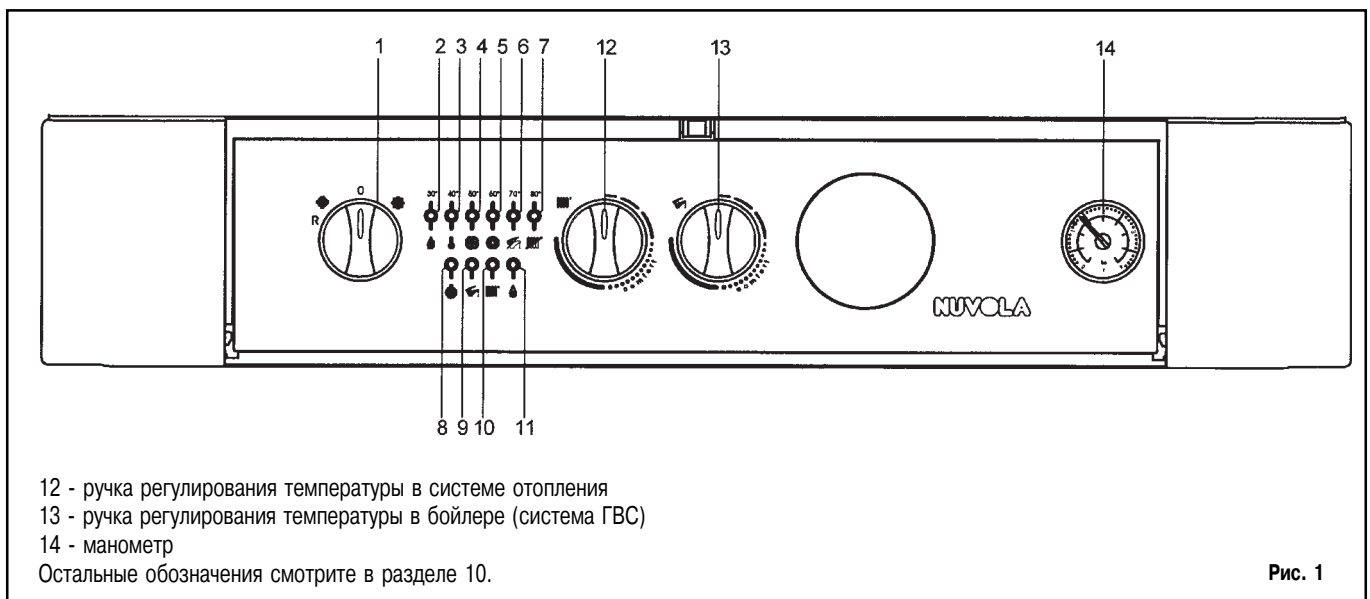
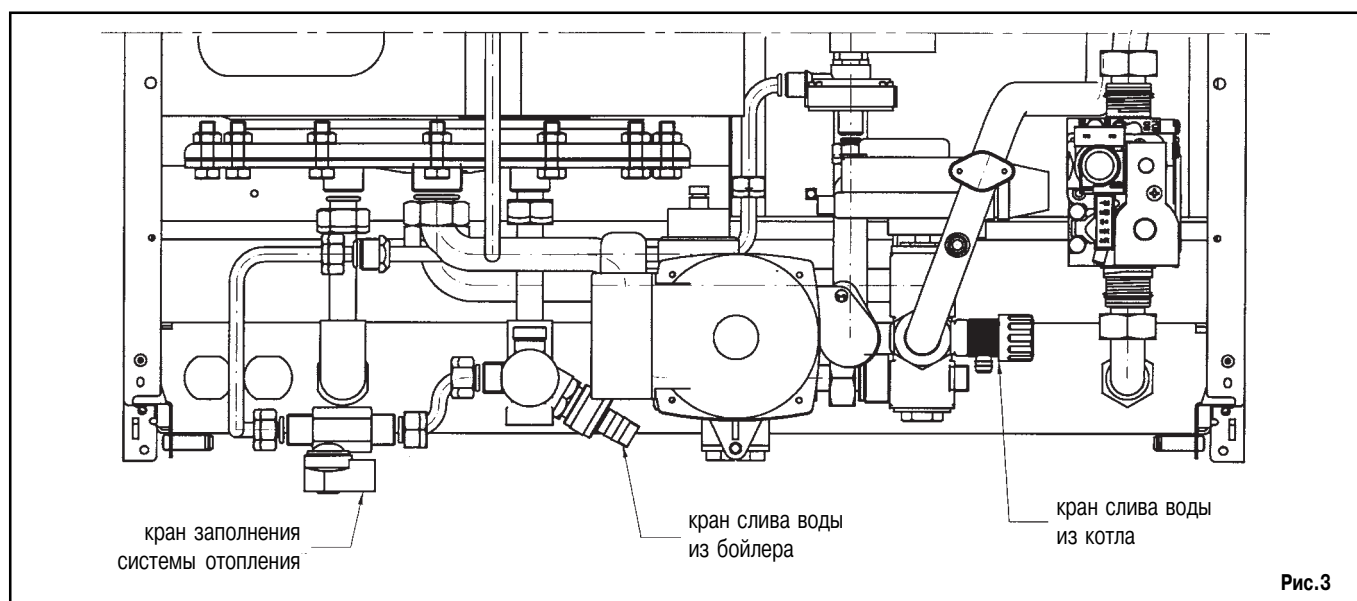

Рис. 1
Рис.3
- установить переключатель режимов «лето - зима» (рис. 1, позиция 1) в нужный режим: ☀ - лето, ❄ - зима;
- установить регуляторы температуры воды контура отопления (рис. 1, позиция 12) и контура ГВС (рис. 1, позиция 13) на выбранные значения.
При возникновении данной проблемы повторите процесс включения котла до поступления газа в горелку, кратковременно установив перед включением переключатель режимов (рис. 1, позиция 1) в положение R (сброс) (см также рис.4).
в системе отопления (поз.12, рис.1). Функция электронной модуляции пламени регулирует расхода газа на горелке в соответствии с реальными условиями теплообмена (потребностями отапливаемых помещений в нагреве).
Функция электронной модуляции пламени регулирует расхода газа на горелке в соответствии с реальным потреблением горячей воды. Котел автоматически начинает работать на нагрев контура ГВС по сигналу регулировочного термостата. Температура задается ручкой регулирования температуры воды в контуре ГВС (рис.1, поз.13).
⚠ Важная информация: регулярно проверяйте значение давления в системе отопления на манометре котла (рис.1, поз.14). Оно должно составлять 0,5-1 бар при холодном котле. В случае более высоких значений довести их до нормы при помощи краны слива. В случае более низких значений повысить давление до нужного при помощи крана заполнения котла (рис.3).
Для правильного выключения котла необходимо установить переключатель режимов (рис.1, позиция 1) в положение (0). Таким образом, прекращается подача электропитания на котел.
- переключатель режимов (рис.1, позиция 1) не установлен в положение (0);